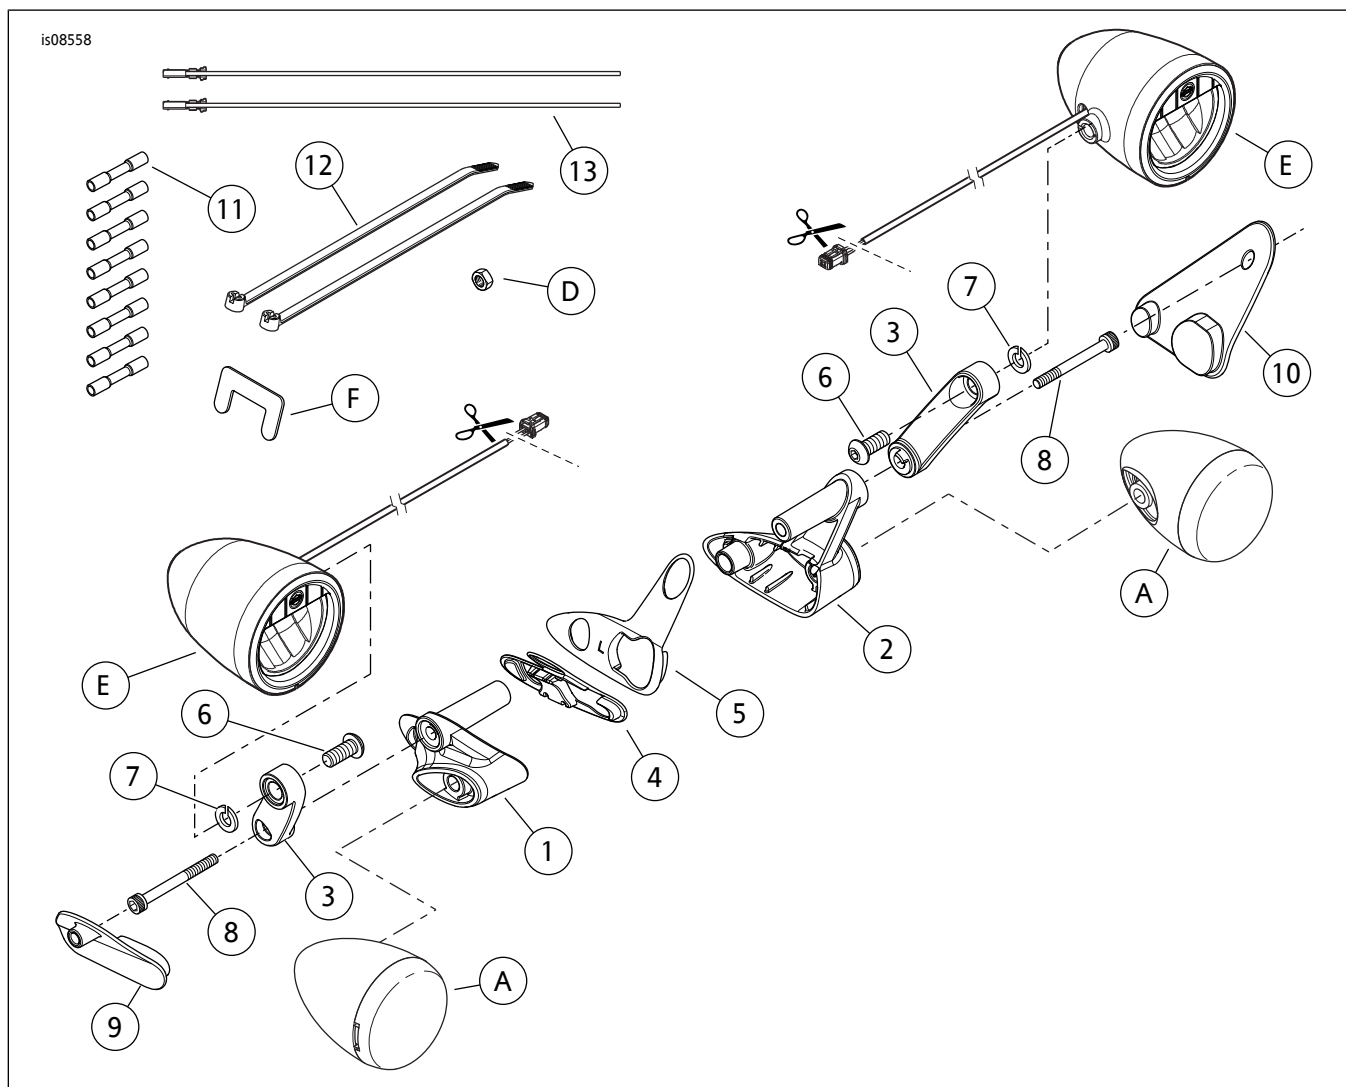

图7。维修零件：RoadGlide LED辅助灯套件
参见图7和表1。
5. 参见图7。从套件中取出钻孔导板(9、10)。在挡风板一侧将一个钻孔导板暂时定位于正确侧转向信号安装空腔中。标记钻孔导板接触挡风板油漆的区域。